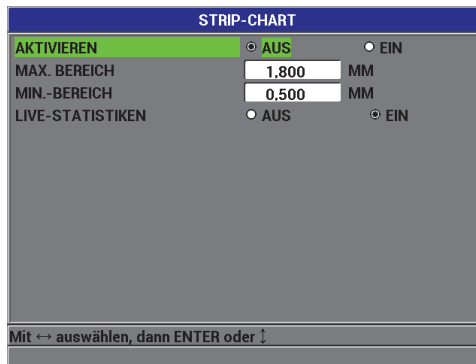

Abbildung 5-8 Fenster STRIP-CHART
3. Im Fenster **STRIP-CHART** (siehe Abbildung 5-8 auf Seite 113):